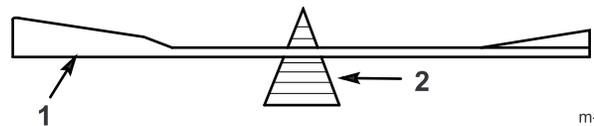

Figure 42
- Vérifiez l'équilibre de chaque lame en la plaçant sur un équilibreur (Figure 42).